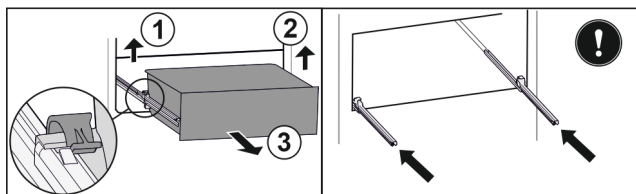

Fig. 129
- ▶ Løft den venstre klemme, og træk samtidigt skuffen i venstre side fremad. Fig. 129 (1)
- ▶ Løft den højre klemme, og træk samtidigt skuffen i højre side fremad. Fig. 129 (2)
- ▶ Tag skuffen ud fremefter. Fig. 129 (3)